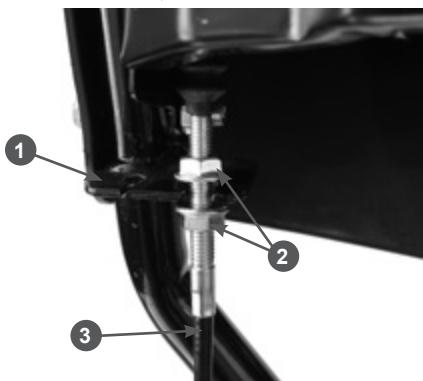
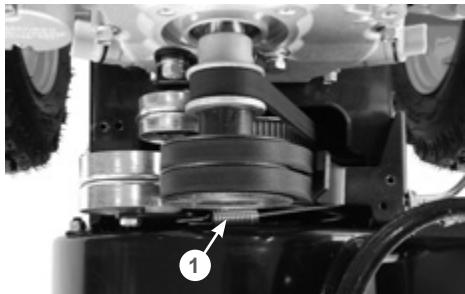

Рис. 8 Крепление оболочки троса включения шнеков
Рис. 9 Регулировка троса включения шнеков
- закрепите оболочку 3 троса в кронштейне 1 на задней стороне панели, как показано на Рис. 8, и закрутите гайки 2, не затягивая их.
• нажмите рычаг включения шнеков. При полностью нажатом рычаге включения шнеков пружина 1 должна быть растянута на 0,5 - 1 см (Рис. 9). При необходимости, отрегулируйте трос с помощью гаек 2 (Рис. 8). После регулировки затяните гайки;